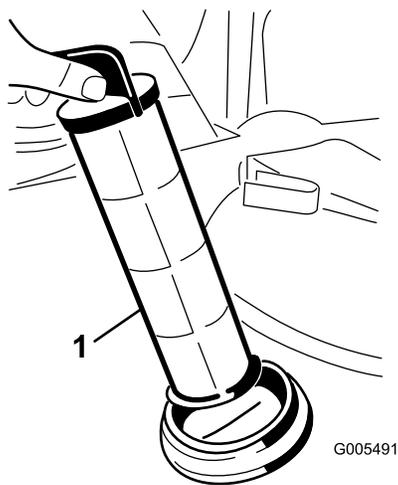

Figura 56
4. Retire o filtro de rede da sucção do orifício (Figura 56).